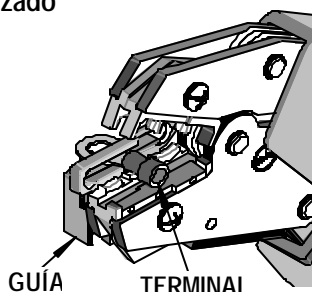

Figura 1
4. Al utilizar una guía, levantar la guía e insertar el terminal en el cubo correspondiente con el cilindro hacia arriba y apoyado contra la barra de la guía. Soltar la hoja de la guía para sujetar el terminal en posición. Consultar la Figura 1. Se puede levantar o bajar la guía para que el terminal se asiente debidamente y quede bien alineado en la herramienta. Es necesario retirar la guía para realizar los empalmes.